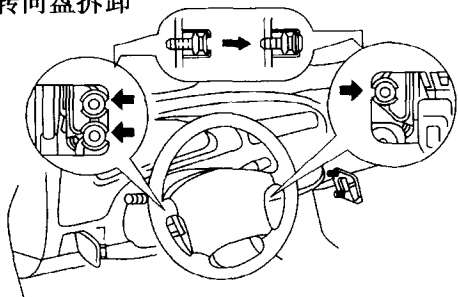

图 1-6 安装气囊的 3 个螺钉
(1) 典型气囊模块和转向盘拆卸
① 将点火开关转至锁止位置并使前轮笔直向前。
② 拆下蓄电池负极电缆,等待 1 min。
③ 松开转向盘下安装气囊的 3 个自攻螺钉,见图 1-6 箭头所指处。